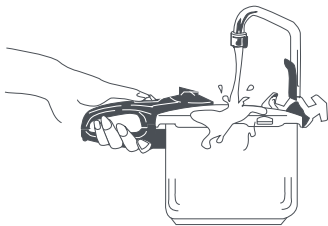

Fig. 14
Cette méthode est employée lorsqu'il faut libérer la pression le plus rapidement possible, notamment lors de la préparation de légumes, fruits de mer ou autres aliments délicats qui ont tendance à être trop cuits. Pour ce faire, placez l'autocuiseur dans l'évier et faites couler l'eau du robinet sur le couvercle (1) jusqu'à ce qu'il n'y ait plus de vapeur et que l'indicateur de pression descende (2). Vous pourrez alors ouvrir l'autocuiseur en toute sécurité. Lorsque vous placez l'autocuiseur dans l'évier, inclinez-le pour que l'eau froide coule le long des parois de l'appareil, loin du manche du couvercle (5) et des systèmes de sécurité (Fig. 14).